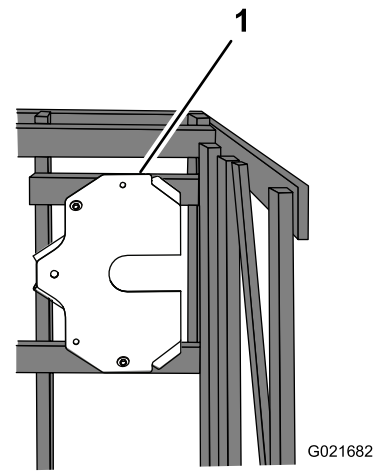

Figure 10
1. Enlevez les boulons qui fixent la plaque de montage à la caisse d'expédition (Figure 10).